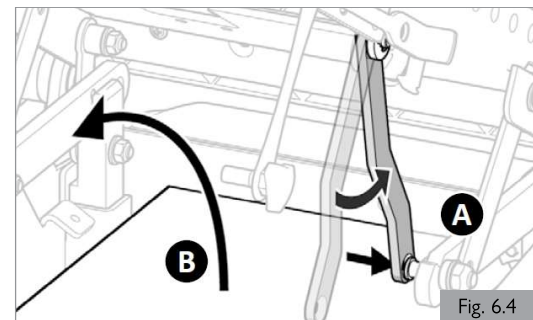

Fig. 6.4
4. Une fois que le châssis est bloqué (Fig.6.4 - A), soulevez le couvercle du compartiment à batteries, (Fig. 6.4 - B).